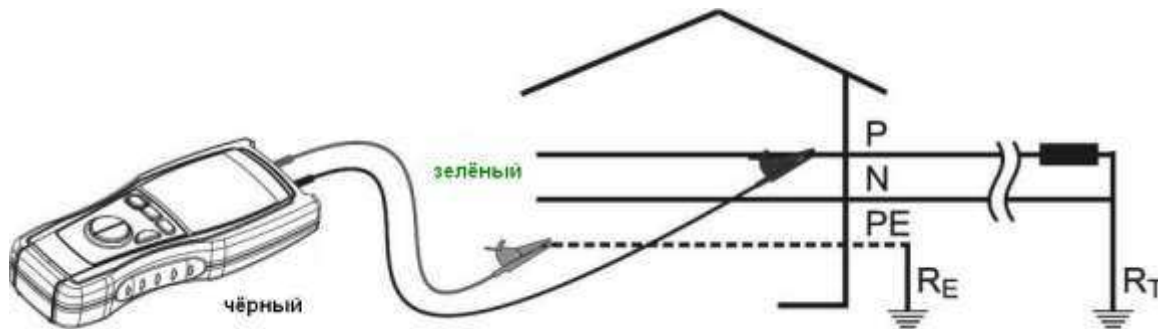

Рис. 2: Схема подключения прибора для измерений напряжения (режим « $V \approx Hz$ »)
5. Подсоедините зажимы-наконечники «крокодил» в требуемых точках к объекту тестирования, как показано на **рис.2**. Напряжение и частота будут отображаться на дисплее прибора. При этом прибор использует функцию «**автовыбор предела**» - т.е. автоматически выбирает соответствующий предел измерений.
7. Прибор выводит экранную информацию, указанную на рис. справа с отображением: режима измерений (V), вида напряжения АС (переменное), значения входного напряжения (**220,4В**) и частоты напряжения (**50,1 Гц**).